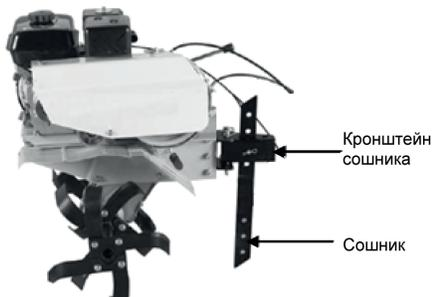

Рис. 5
5. Установите на мотоблок кронштейн сошника и сошник (Рис. 5).